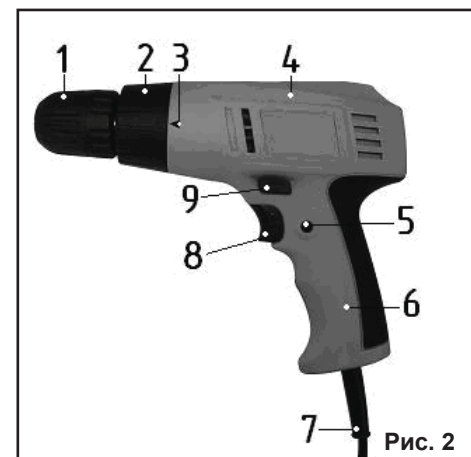

Рис. 2
6. УСТРОЙСТВО МАШИНЫ (Рис.2)
7. ПОДГОТОВКА К РАБОТЕ И РЕГУЛИРОВКА (Рис.2)
7.1.2. Удерживая одной рукой заднюю муфту патрона (1), другой рукой поверните переднюю муфту против часовой стрелки. Вращая переднюю муфту патрона (1), разведите кулачки на расстояние, необходимое для установки оснастки. Вращая переднюю муфту до упора по часовой стрелке, зажмите оснастку в патроне (1).
8. ПОРЯДОК РАБОТЫ МАШИНОЙ (Рис.2)
9. ТЕХНИЧЕСКОЕ ОБСЛУЖИВАНИЕ (Рис.2)